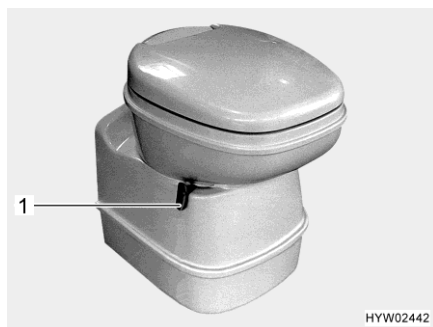
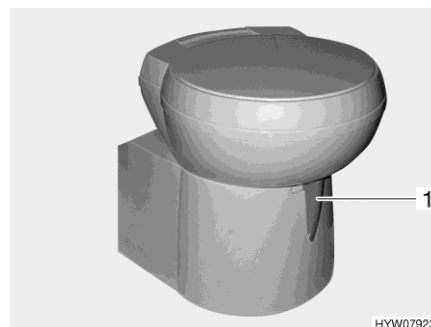

Fig. 199 Cuvette Thetford, orientable
Fig. 200 Cuvette Thetford, orientable (alternative)
- Avant d'actionner la chasse d'eau, ouvrir le curseur des toilettes Thetford. Pousser pour cela le levier du curseur (Fig. 199,1 ou Fig. 200,1) dans le sens inverse des aiguilles d'une montre.